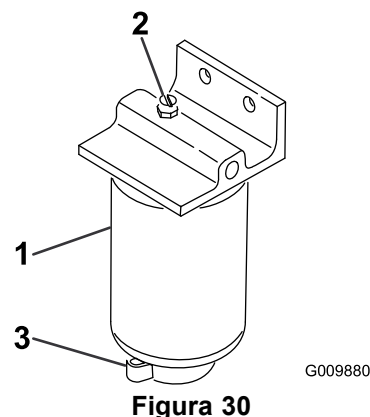

Figura 30
3. Allentate il tappo di sfato sopra il filtro carburante/separatore di condensa (Figura 30).